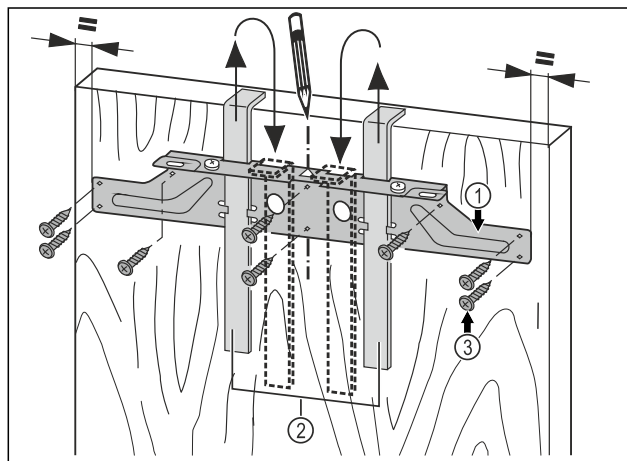

Fig. 45
- ▶ Ripusta kiinnityspalkki Fig. 45 (1) asennusapujen Fig. 45 (2) avulla kalusteoven sisäpuolelle.
- ▶ Kohdista kiinnityspalkki Fig. 45 (1) keskelle ovea.
- ▶ Ruuvaa kiinnityspalkki Fig. 45 (1) kiinni vähintään 6 ruuvilla Fig. 45 (3).
- ▶ Ruuvaa kiinnityspalkki Fig. 45 (1) kiinni 4 ruuvilla Fig. 45 (3) reunaan.
- ▶ Vedä asennusavut Fig. 45 (2) pois ylöspäin ja työnnä ne viereisiin kiinnitysaukkoihin käännettynä.